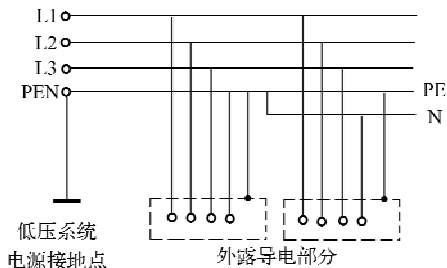

图 4-50 TN-C-S 系统接地
(2) TN-C-S 系统。系统中有一部分中性线与保护线是合一的,如图 4-50 所示。